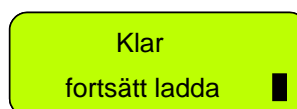

Bild 3.3
- Så snart batteriet är fulladdat kommer meddelandet att ändras – så som visas i bild 3.3, för att påminna dig om att det ska fortsätta vara anslutet till laddaren fram till nästa användning.